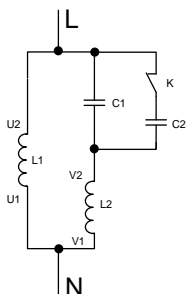

Figura 2-3 Cableado interno del motor monofásico con los condensadores de arranque y funcionamiento
(1) Control en monofásica: Conecte la línea de fase del motor a U y W del terminal del inversor ⑥, conecte la cubierta del motor a la clavija PE. No es necesario retirar el condensador de arranque, y el cableado es sencillo. Pero el rendimiento de arranque no es tan bueno como en el modo de control en bifásica, por lo que este modo de cableado solamente se puede aplicar a algunos motores.
(2) Control en bifásica: Es necesario retirar el condensador de arranque y el condensador de funcionamiento (si existe). El cableado de un motor general se muestra en la Figura 2.3: L1 es el devanado de funcionamiento, L2 es el devanado de arranque, C1 es el condensador de funcionamiento, C2 es el condensador de arranque y, cuando la velocidad del motor supera el 75 % de la velocidad nominal, el condensador de arranque se desconecta mediante el interruptor centrífugo K.